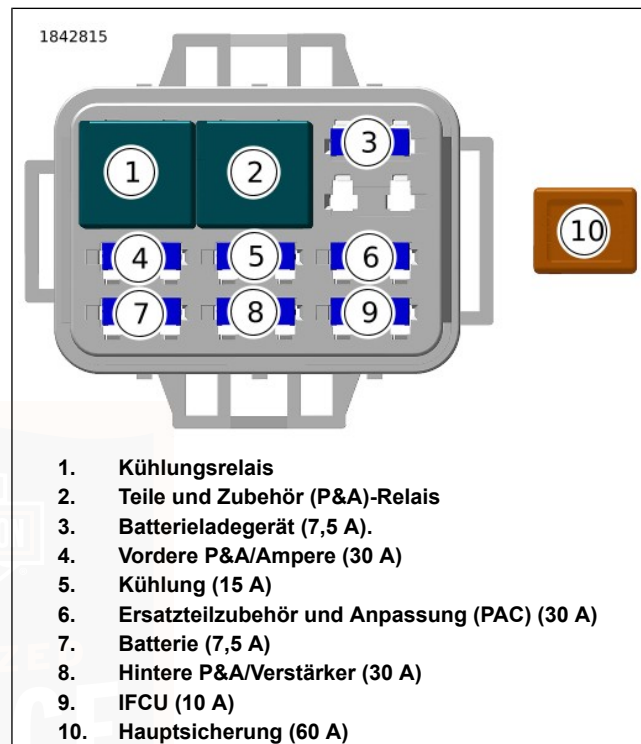

Abbildung 146. Identifizierung von Sicherungen und Relais
4. Siehe Abbildung 146. Die Sicherung entfernen und den Schmelzeinsatz überprüfen.